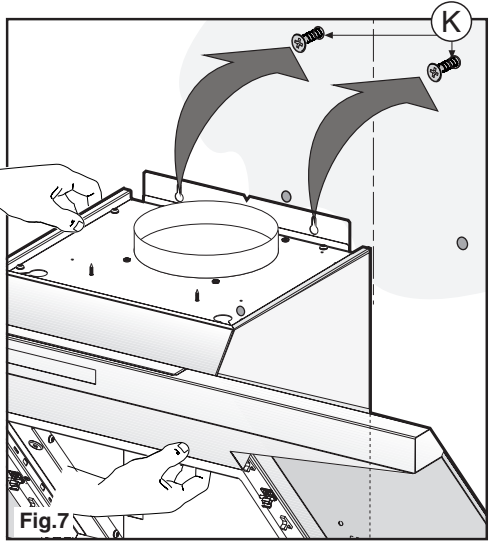

Fig.7
- Posizionare l'apparecchio al muro, allinearli in posizione orizzontale e avvitare le viti **K** (fig.7).